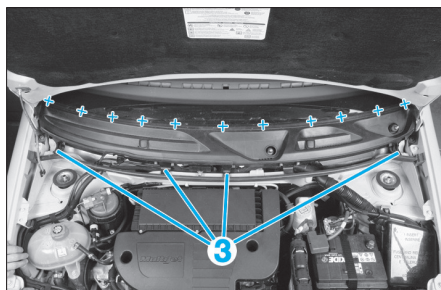

FIG. 71
- Déposer les vis de fixations (3) (Fig.71), puis dé-grafer vers l'avant du véhicule, la grille d'auvent.